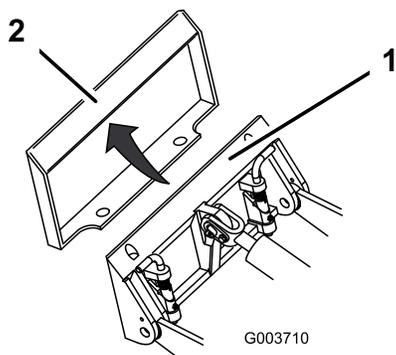

Рисунок 8
4. Вставьте монтажную пластину под верхнюю кромку установочной пластины навесного орудия (Рисунок 8).